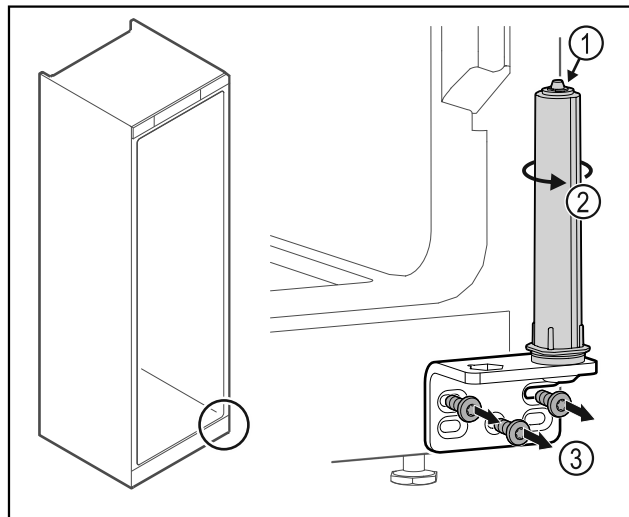

Fig. 32
▶ Ikke ta fra hverandre dørlukkesystemet Fig. 32 (1).
- ▶ Drei på lukkesystemet Fig. 32 (2) til det sier klikk.
- ▶ Skru av hengselvinkelen Fig. 32 (3).